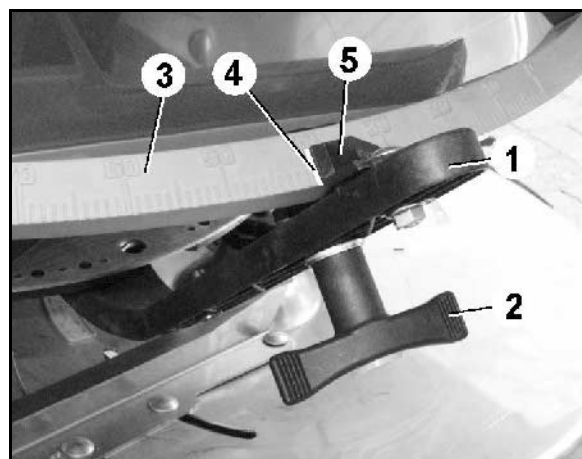

Fig. 11
Le réglage du débit s'effectue alors en fonction du tableau d'épandage par l'intermédiaire des leviers de réglage (Fig. 11/1).
2. Desserrez les écrous à ailettes (Fig. 11/2).
3. Recherchez la position nécessaire du clapet sur l'échelle graduée (Fig. 11/3).
4. Positionnez l'arrête de lecture (Fig. 11/4) de l'index des leviers de réglage (Fig. 11/5) sur la graduation de l'échelle.
5. Resserrez à fond les écrous à ailettes (Fig. 11/2).